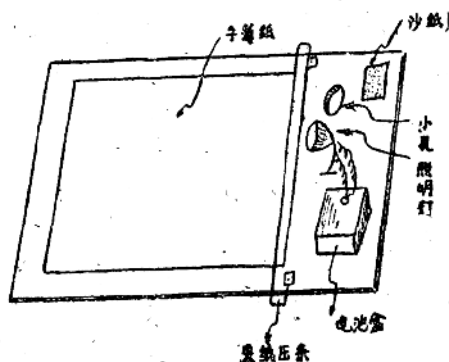

图4
2. 晚上记录板采用一般白天使用的记录板，上面有夹手薄的压条，可以夹住手簿，上钻有大约指头大的孔，以使手指拿稳。晚上使用时，在板边加装电池盒和照明灯，如图4所示。照明设备均固定板上，任意拿着也不掉下来。这种记录板可作测角和量距的记录应用，既方便又轻巧。